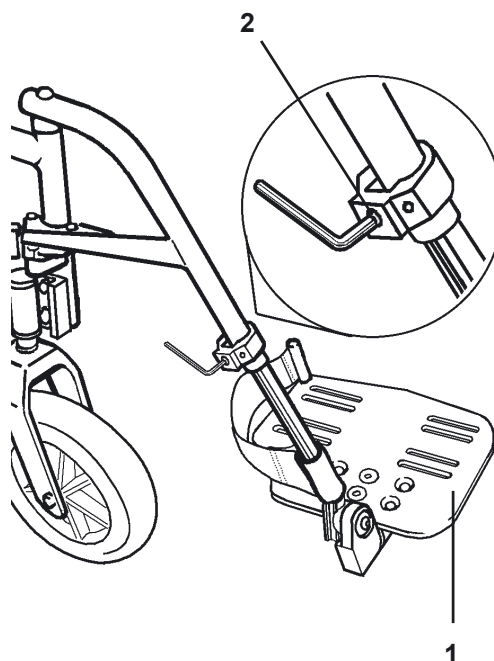

Fig. 30
Pour ajuster la hauteur de la palette (1) desserrer la vis (2) placée comme indiqué avec une clef Allen de 4 mm et régler la hauteur de la palette à la position requise. Serrer en utilisant la clef Allen (Fig. 30). Serrer jusqu'à 5-8 Nm.